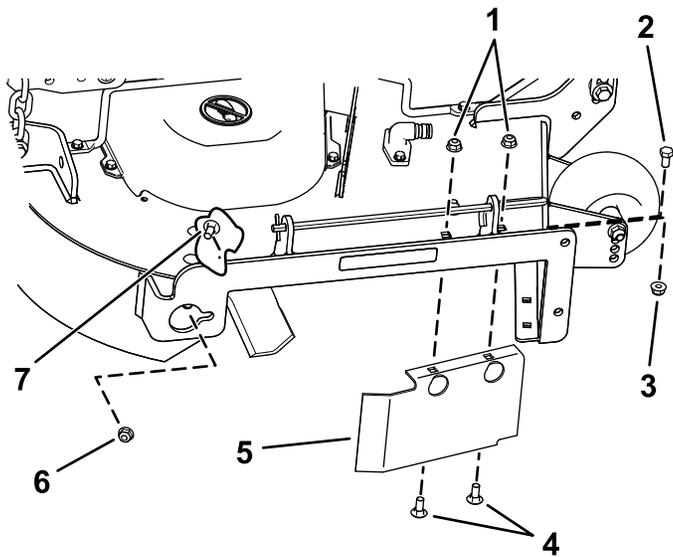

Figure 33
8. Sur la paroi arrière du plateau de coupe, retirez le boulon de carrosserie (5/16 x 3/4 po) et le contre-écrou (5/16 po) qui fixent le déflecteur au plateau (Figure 33).
9. Localisez la protection du déflecteur sur le bord avant de l'ouverture d'éjection latérale (Figure 33).
10. Retirez les fixations qui maintiennent la protection du déflecteur et le déflecteur droit sur le plateau de coupe (Figure 33).
13. Placez les fixations retirées précédemment dans les trous avant de la plaque d'éjection et le trou à l'avant du plateau de coupe (Figure 33).